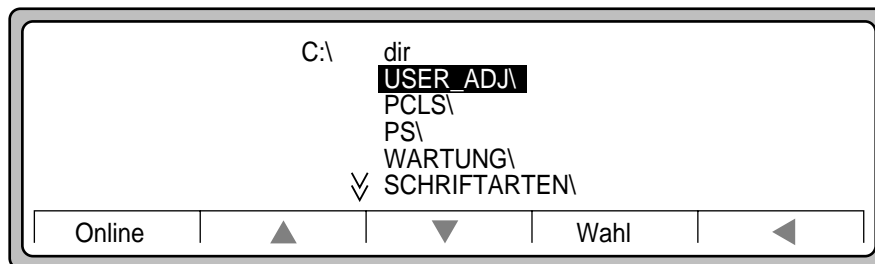

Abbildung 6-5 FilesC-Untermenü
4. Heben Sie mit der Taste ▼ in dem in Abbildung 6-5 dargestellten Untermenü filesC die Auswahl „USER_ADJ“ hervor, und drücken Sie anschließend „Wahl“.